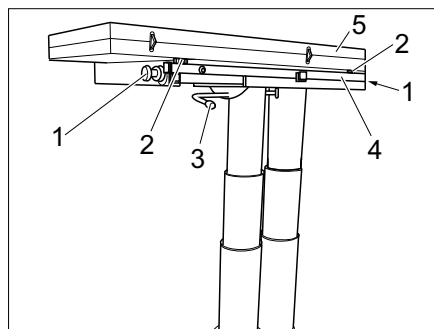

Bild 117 Förstora bord
- Lossa tumskruven (Bild 117,1) på bägge sidorna.
- Sväng låsspaken (Bild 117,3) åt vänster. Lyftbordet är upplåst.
- Dra ut (Bild 117,4) bordsstödet.
- Fäll ut bordshalvan (Bild 117,5).
- Ställ in önskad höjd på bordsskivan med de två justerskruvarna (Bild 117,2).
- Vrid låsspaken (Bild 117,3) till höger. Lyftbordet är låst.
- Lossa låsspaken (Bild 117,3).
- Fäll in bordshalva (Bild 117,5).
- Skruva i två justerskruvar (Bild 117,2).
- Skjut in bordsstödet (Bild 117,4).
- Dra fast tumskruvarna (Bild 117,1) på bägge sidorna.
- Vrid låsspaken (Bild 117,3) till vänster. Spärren är öppen.
- Skruva vid behov i justerskruvarna (Bild 117,2).